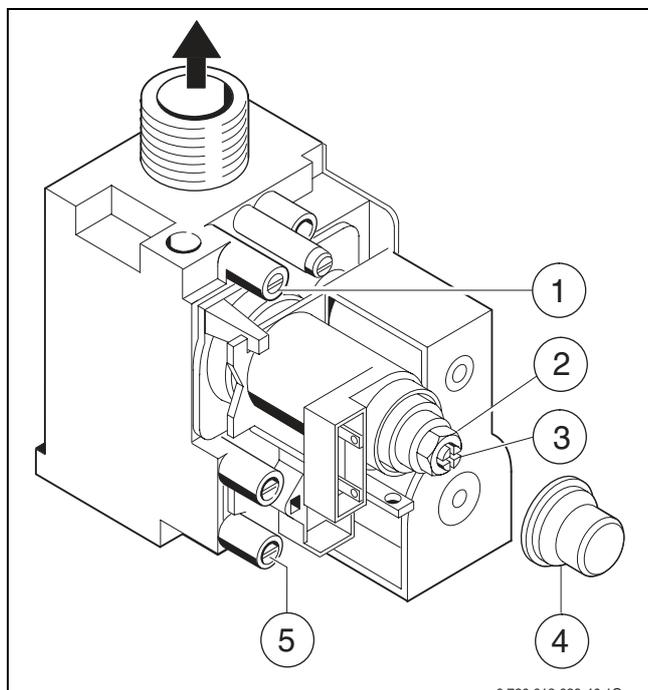

Рис. 34
- ▶ Отвернуть уплотнительный винт измерительного штуцера давления на форсунках (1) и подсоединить U-образный манометр (→ рис. 34).
- ▶ Снять крышку (4).
- ▶ Давление на форсунках для положения «максимум» приведено в табл. 17 на стр. 36. Установите давление на форсунках регулировочным винтом максимального расхода газа (2). Поворот направо - больше газа, поворот налево - меньше газа.